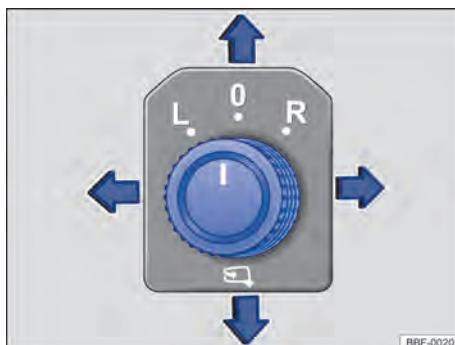

Fig. 79 Na porta do condutor: botão rotativo de ajuste dos espelhos retrovisores externos elétricos.
- Girar o botão rotativo na porta do condutor até o símbolo desejado → **Fig. 79**.